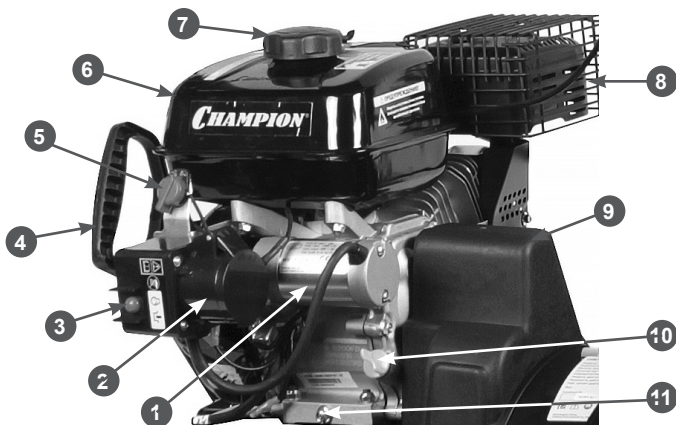

Рис. 3 Основные узлы и органы управления (вид на двигатель со стороны электрического стартера)
- открутите болты крепления и снимите кожух 9 защитный ремней (Рис. 3);